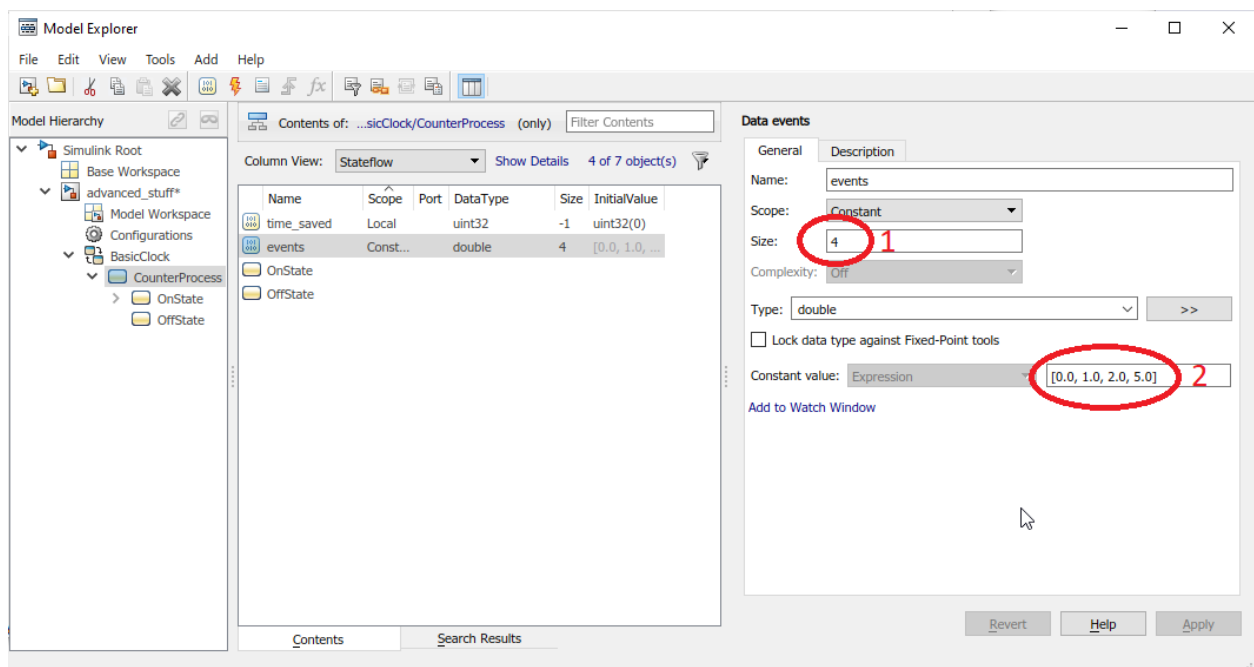

Abbildung 4: Look-Up Tabelle als Konstante im „Model Explorer“
Wie in Abbildung 4 gezeigt können Arrays und Look-Up Tabellen mit Hilfe des Size (1) Parameters erstellt werden. Dieser sollte auf die Anzahl an Elementen des Arrays oder der Tabelle eingestellt werden. Unter Constant value / Initial value (2) können in eckigen Klammern mit Kommata getrennte Werte gesetzt werden. In Stateflow kann mit eckigen Klammern hinter dem Variablen-/Konstantennamen auf einen beliebigen Eintrag zugegriffen werden - Beispiel: „events[3]“ ruft den Wert „5.0“ aus dem in der Abbildung gezeigten Array ab.